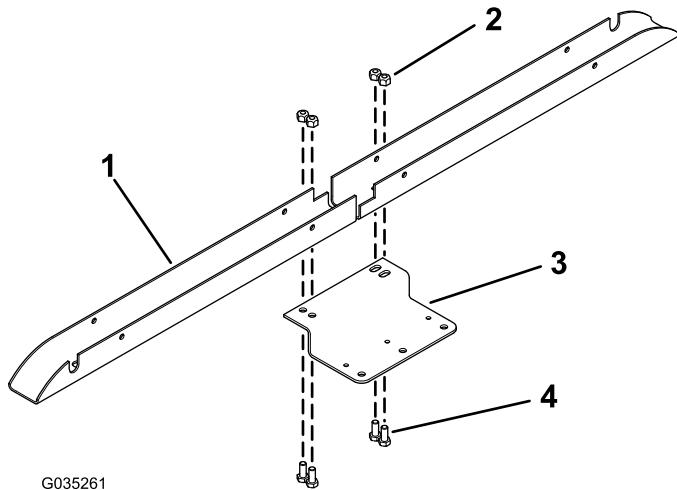

図 3
1. ブラケットをチャンネル部材2本に固定する六角ヘッドボルト5/16 x 3/4 インチ4本、ロックナット5/16 インチ4個を使用して図3のように取り付ける。